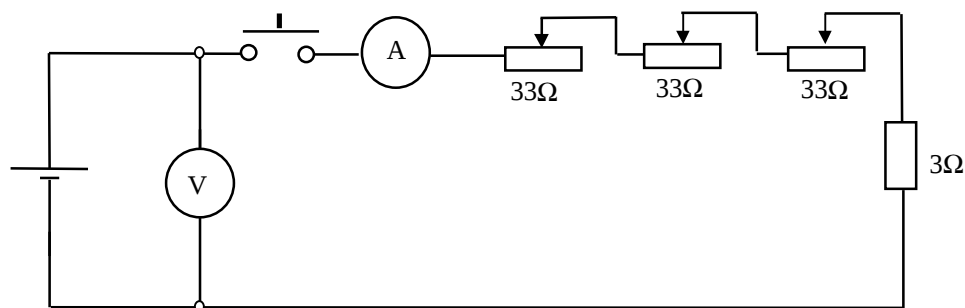

FIGURA 11.1 Circuito para determinar la curva característica de una fuente
1. Realice el montaje del circuito indicado en la figura 11.1.